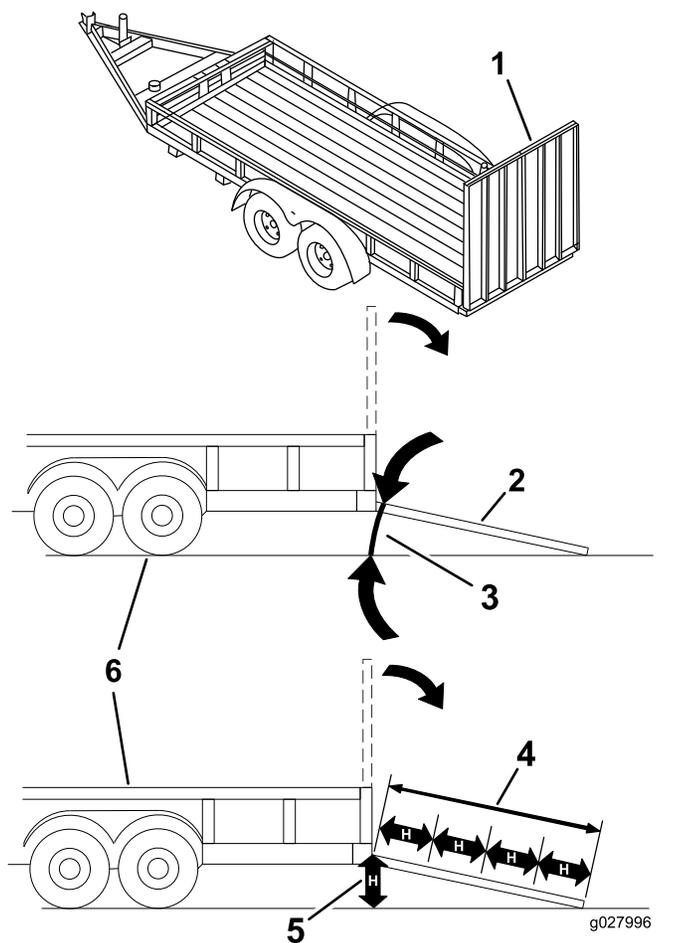

Рисунок 31
При погрузке машины на прицеп или грузовик повышается вероятность опрокидывания, что может привести к получению тяжелой травмы или гибели (Рисунок 31).
3. Опустите наклонный въезд, убедившись в том, что угол между наклонным въездом и землей не превышает 15 градусов (Рисунок 31).
1. Опустите наклонный въезд, убедившись в том, что угол между наклонным въездом и землей не превышает 15 градусов (Рисунок 31).